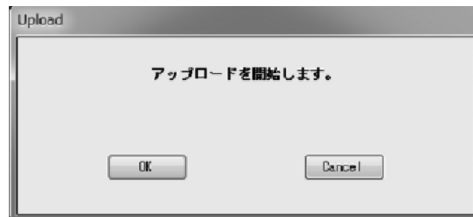
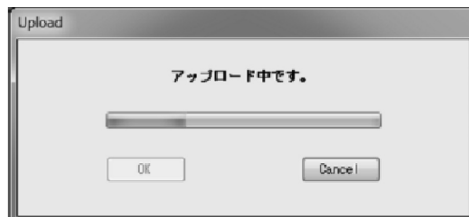

図178
図179
- ① メニューの「File(F)」>「Print and save file(P)」をクリックします。
② メッセージボックス(図178)が表示されます。続ける場合は「OK」ボタンをクリックします。
- ③ メッセージボックス(図178)で「OK」ボタンをクリックすると、全てのパラメータのアップロードを開始します(図179)。「Cancel」ボタンをクリックすると、中断します。